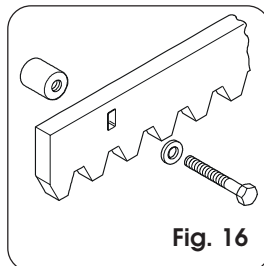

Fig. 16
4.4.2. CREMALLERA DE ACERO PARA ENROSCAR (Fig. 16)
- 5) Acerque otro elemento de cremallera al precedente utilizando, para sincronizar la dentadura de los dos elementos, un trozo de cremallera como se indica en la Fig. 16.